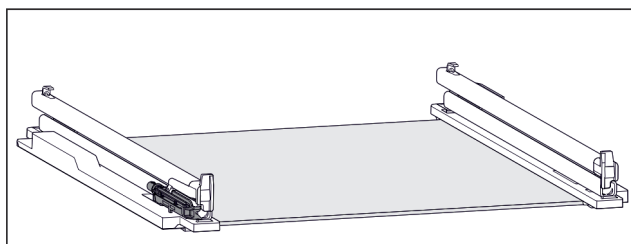

Fig. 153 Узел амортизатора
- Узел амортизатора крепится на левой направляющей. (см. Fig. 153) На правой направляющей узел амортизатора не крепится.